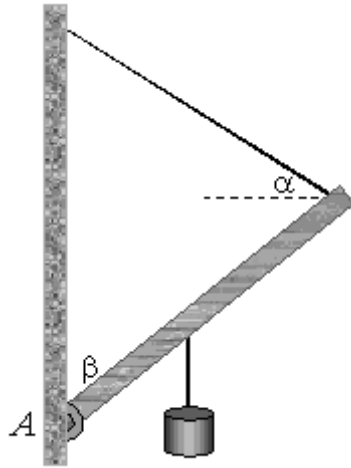

Figura 6.16 Problema 6.13
- 6.13 Un tablón uniforme de $5m$ de longitud y $50N$ de peso, apernado en A es sostenido por una cuerda en su extremo superior, como se muestra en la figura 6.16. Una carga de $100 N$ cuelga del tablón en un punto a una distancia x de A. Si la resistencia de ruptura de la cuerda es $50 N$, calcular el valor de x . Considere $\alpha = 30^\circ$ y $\beta = 60^\circ$. R: $1.29 m$.